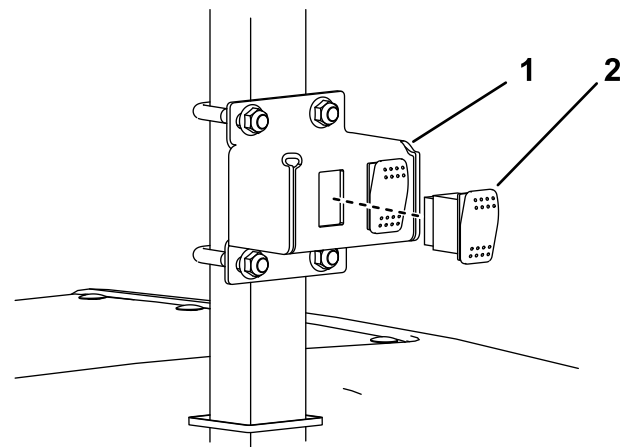

Bild 6
8. Verbinden Sie den Schalter der Rundumleuchte mit dem Schalter der Arbeitsscheinwerfer, wie in **Bild 6** dargestellt.